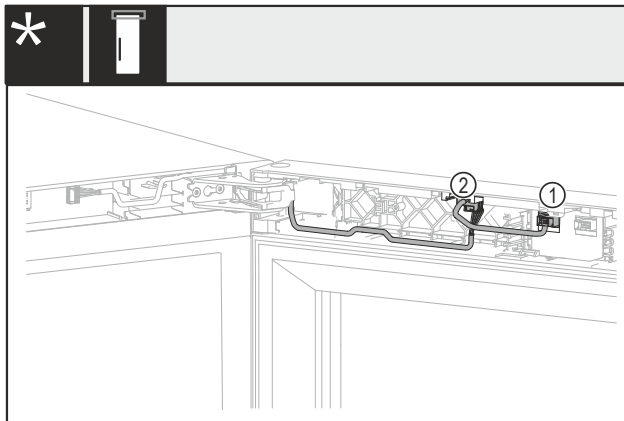

Fig. 19 Bez brave ili s mehaničkom bravom*
- ▶ Izvucite utikač Fig. 19 (1).*
- ▶ Izvucite utikač Fig. 19 (2).*